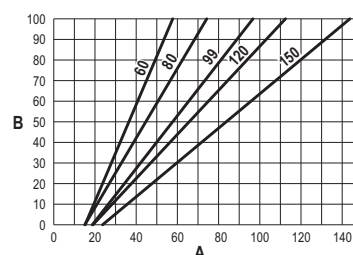

fig. 74
- Appuyer sur les **touches contextuelles 1 et 2** pour augmenter ou diminuer la puissance thermique (minimum = 00 - maximum = 100). Voir diagramme « Réglage Puissance Thermique » (fig. 74).